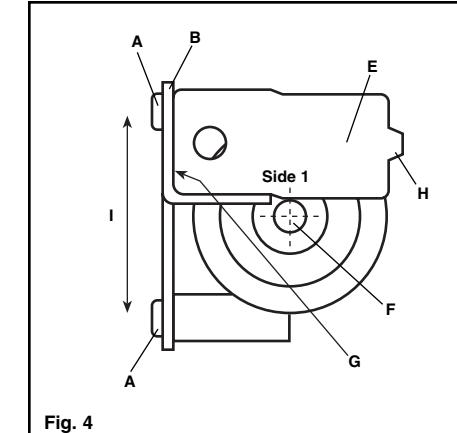

Fig. 4
6. Using the appropriate side of the gauge (E) (see above chart), check to see if the guide (B) is properly positioned in respect to the grinding stone (F). The gauge must be flush with the corner (G) of the guide while making contact with the grinding stone (Figure 4).
6. En utilisant le côté de la jauge (E) qui convient (voir tableau ci-dessus), vérifiez que le guide (B) est positionné correctement par rapport à la meule (F). La jauge doit affleurer le coin (G) du guide tout en touchant la meule (Figure 4).